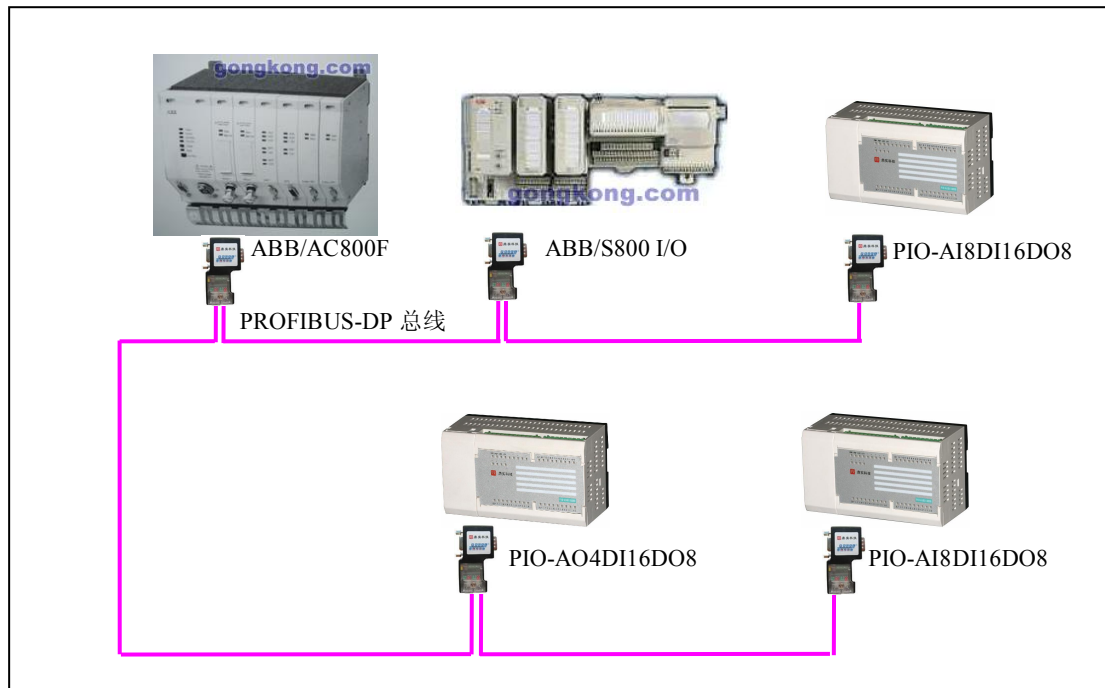

图 1-3 DS300A 一体机与 S800 I/O 在 ABB 的 PROFIBUS 主站 PLC 中做 IO 扩展模块
- ② 可方便连接其他PLC或DCS控制器（PROFIBUS主站），如：ABB/AC 800F，与使用ABB/S800 I/O模块完全相同，见图1-3：